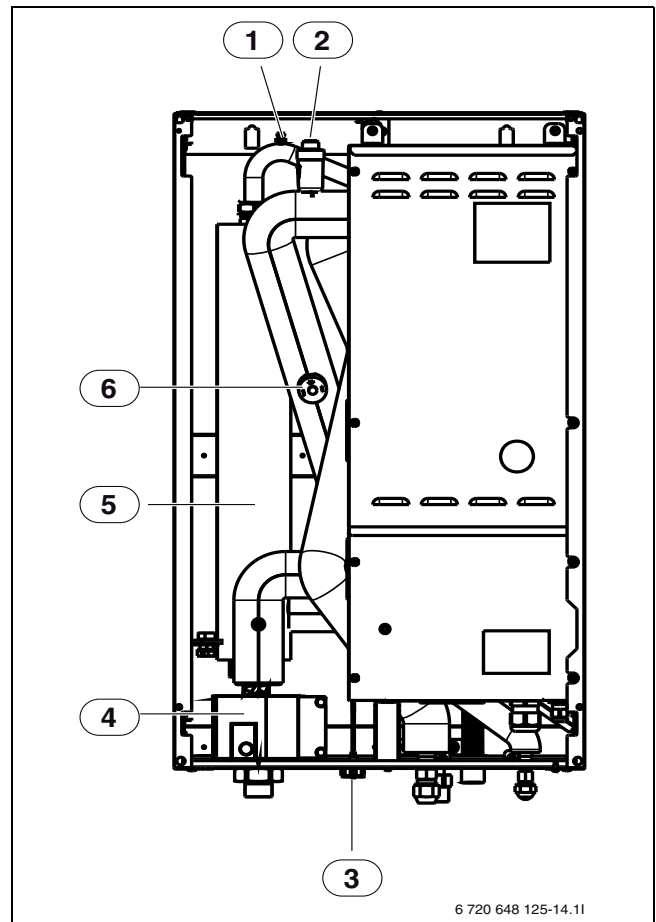

Рис. 23 Модуль WPLS IB с высокоэффективным насосом и дополнительным нагревателем
- ▶ Удалите воздух из отопительной системы, для чего откройте воздухоотводчик (→ [1], рис. 23). Этот процесс возможно придётся повторить несколько раз, что очень важно для оптимальной работы насоса.
Модуль WPLS IE с электрическим нагревателем имеет реле давления (→ [6], рис. 23), которое срабатывает при низком давлении в отопительной системе.